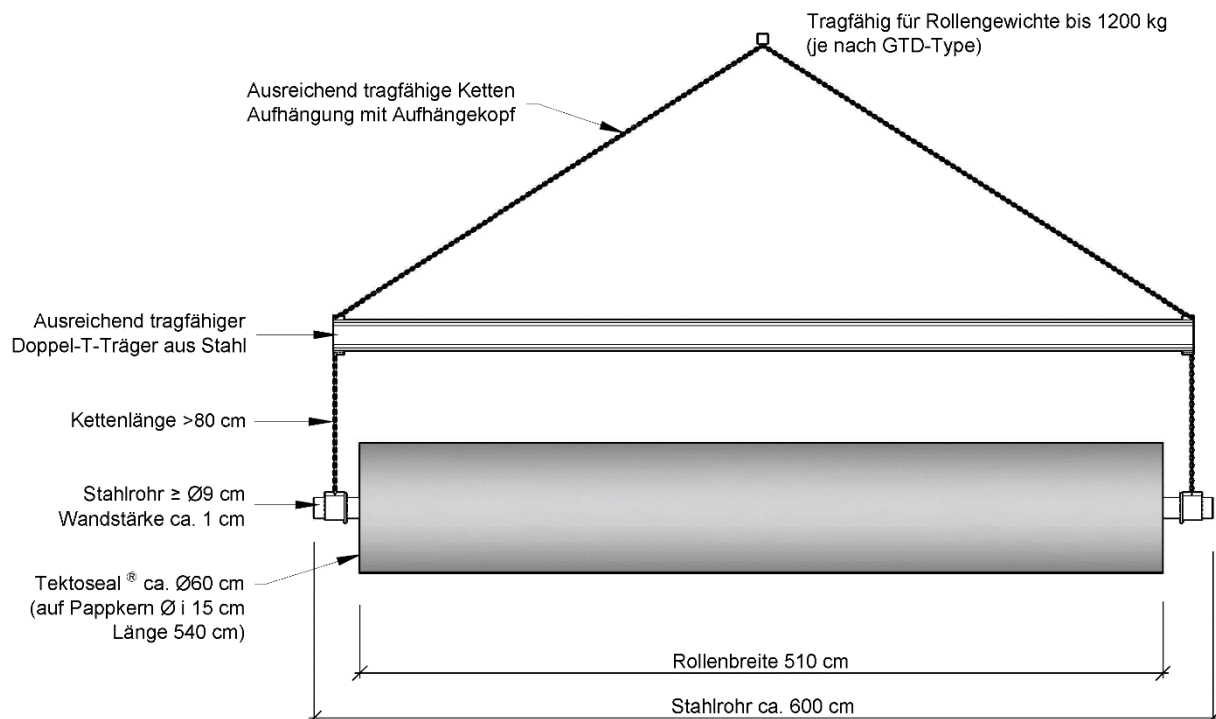

Abb. 1: Hebetrasse
- Baustellengerät mit Hebetrasse oder mit tragfähigem Rohr, geschoben durch den Rollenkern (Abb. 1)